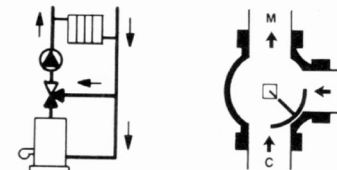

Fig. 5 - Schema d'installazione e sezione di valvola a 3 vie, a settore, montata come miscelatrice.
- Valvola a 3 vie a settore, in servizio di miscelazione (fig. 5).